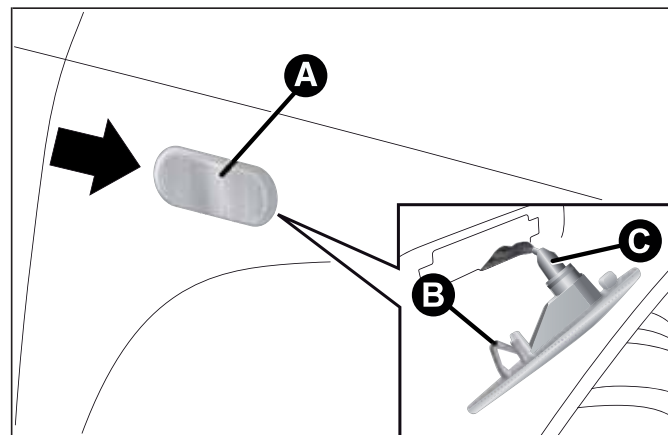

fig. 127
- agire sul trasparente A fig. 127 in modo da comprimere la molletta B, quindi sfilare il gruppo verso l'esterno;